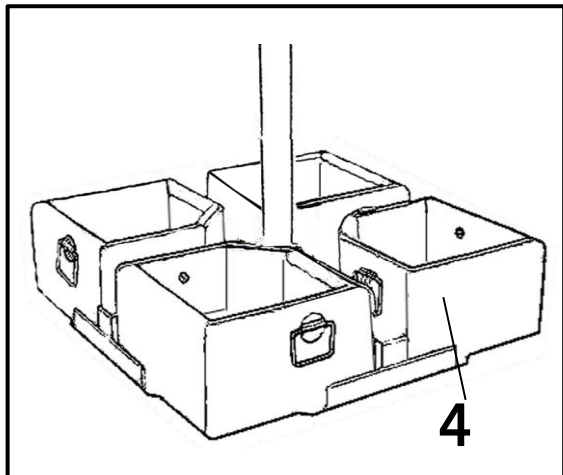

図.10
- ⑨ ベース (B) の残りの1か所にポット型ウェイト (D) を設置します。(図.10 4)